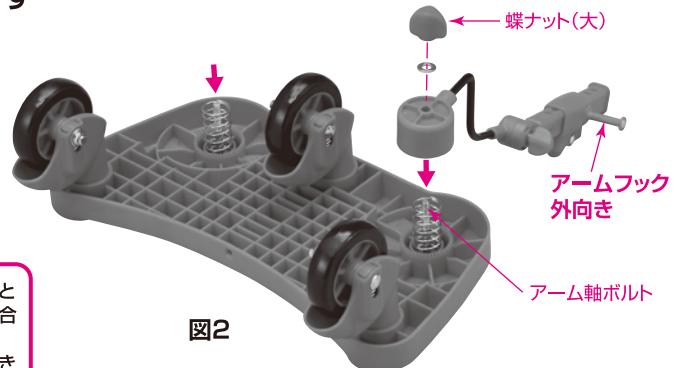

図2
- ①アームフックが外向きになるように、アームソケットの穴をアーム軸ボルト(2カ所)に通してはめ込みます。(図2)
- ②ワッシャー(小)をアーム軸ボルトに装着して、蝶ナット(大)で軽く締めて、アームが回転する状態で仮止めしてください。(図2)